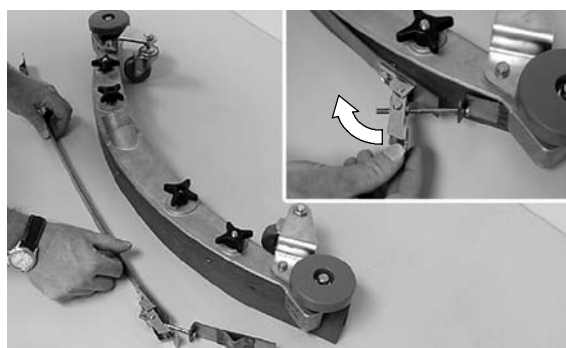

FIG. 60
2. Détachez l'agrafe de la bande et retirez la bande du bloc de racloir (Figure 60).